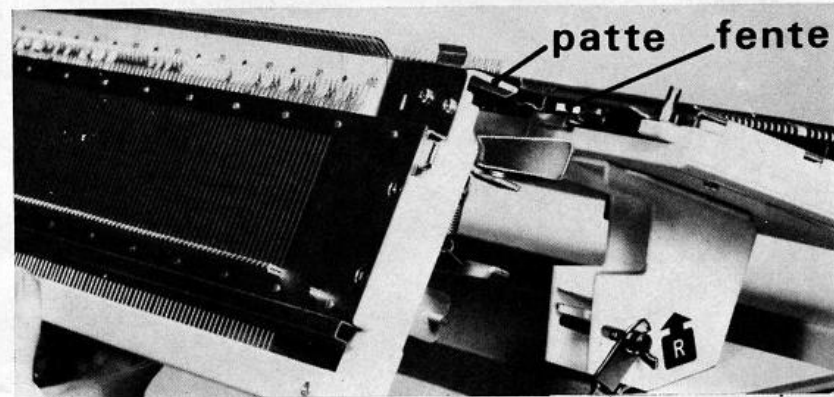

Fig. 5
- Tenir la T.5 des deux mains et introduire les pattes de la T.5 dans les fentes de la fonture arrière (fig. 5).